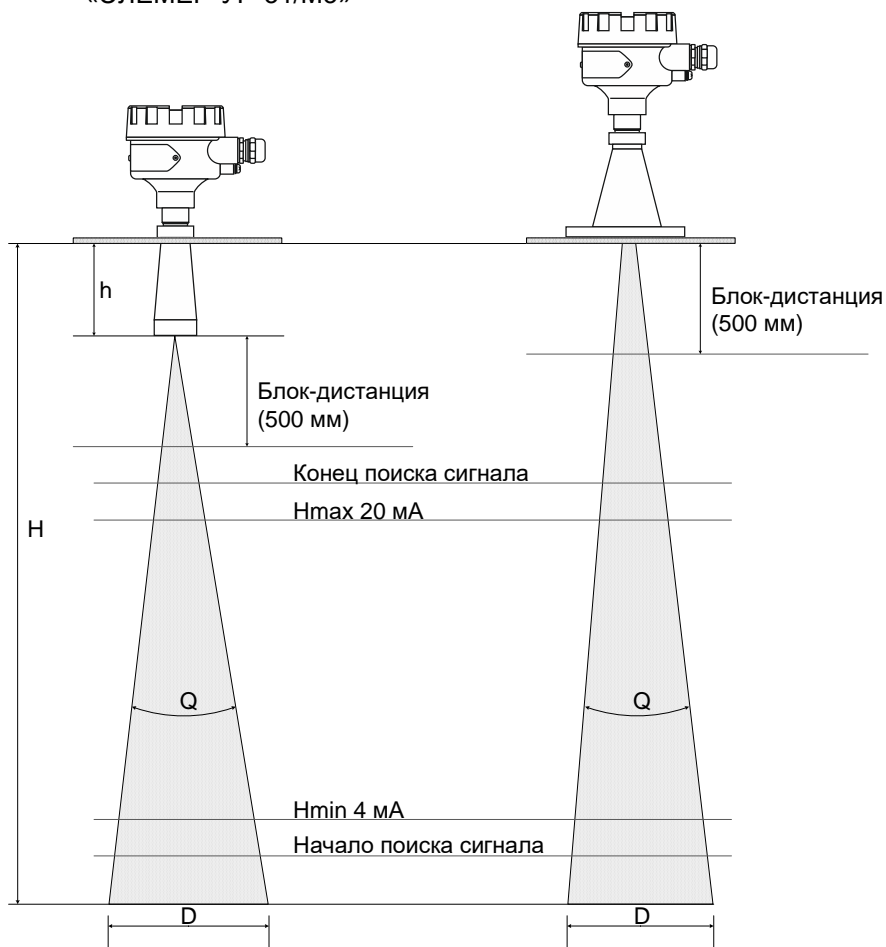

Рисунок 3.1
- место установки УР-31 выбирают так, чтобы поверхность контролируемого продукта четко просматривалась, ось конуса радиолуча антенны была перпендикулярна поверхности контролируемого продукта (см. рисунок 3.1);